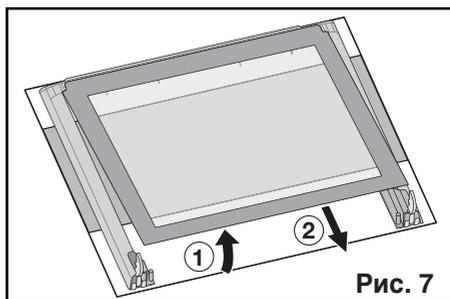

Рис. 7
9. осторожно приподнимите и снимите верхнее стекло, имеющее с 4 сторон декоративную рамку (Рис. 7).